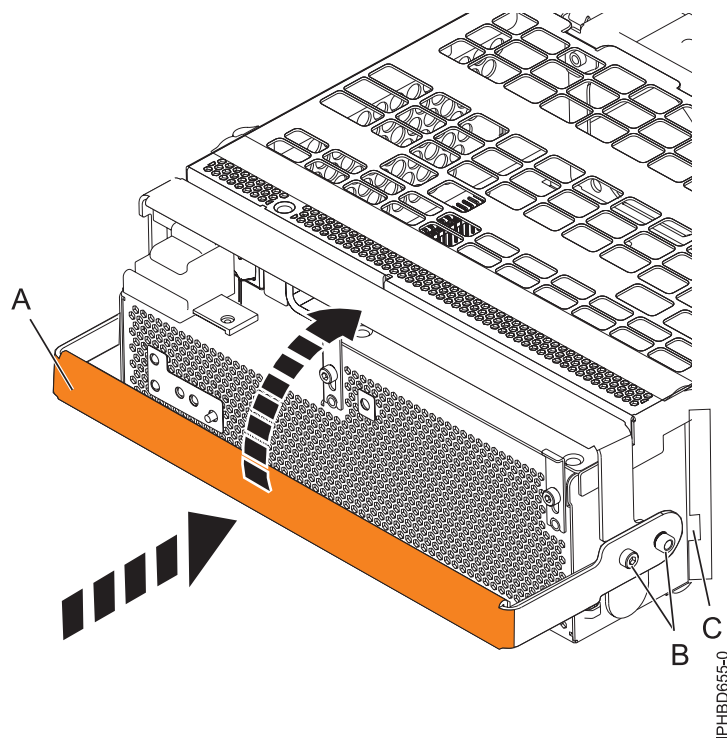

Figura 83. Substitució d'una font d'alimentació
11. Per substituir la font d'alimentació, amb la nansa de bloqueig (A) en posició oberta, empenyeu la font d'alimentació dins la unitat d'expansió com es mostra a la Figura 83 a la pàgina 112.
12. Tanqueu la nansa de bloqueig (A) fins que la font d'alimentació quedi fixada en la seva posició.